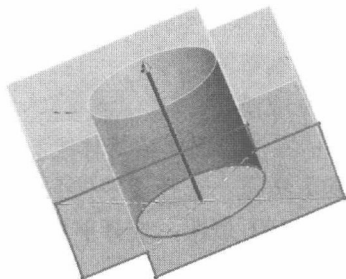

图 1.12 凸台拉伸
(5) 完成草图绘制后，单击【退出草图】按钮，退出草图绘制。选择【特征】|【拉伸凸台/基体】命令，出现拉伸属性管理器，在深度文本框中输入 20mm，如图 1.12 所示，确认完成零件。